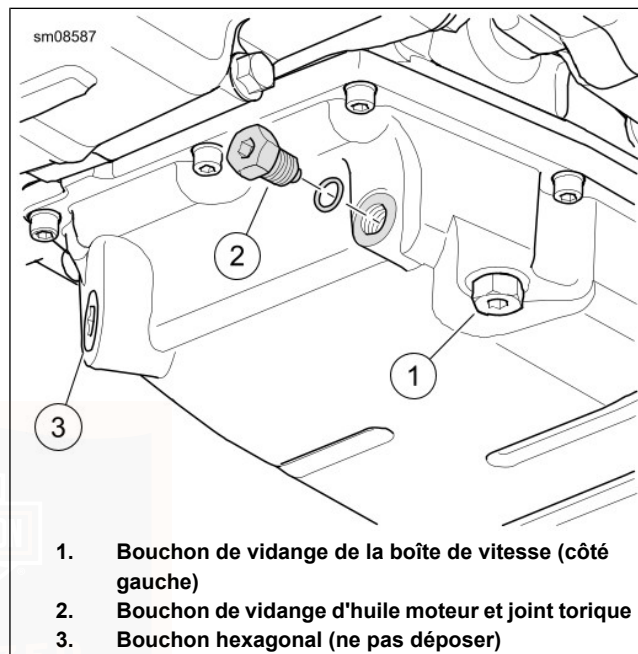

Figure 50. Carter d'huile
3. Voir Figure 50. Retirer le bouchon de vidange d'huile (2) et le joint torique. Laisser l'huile se vidanger complètement.